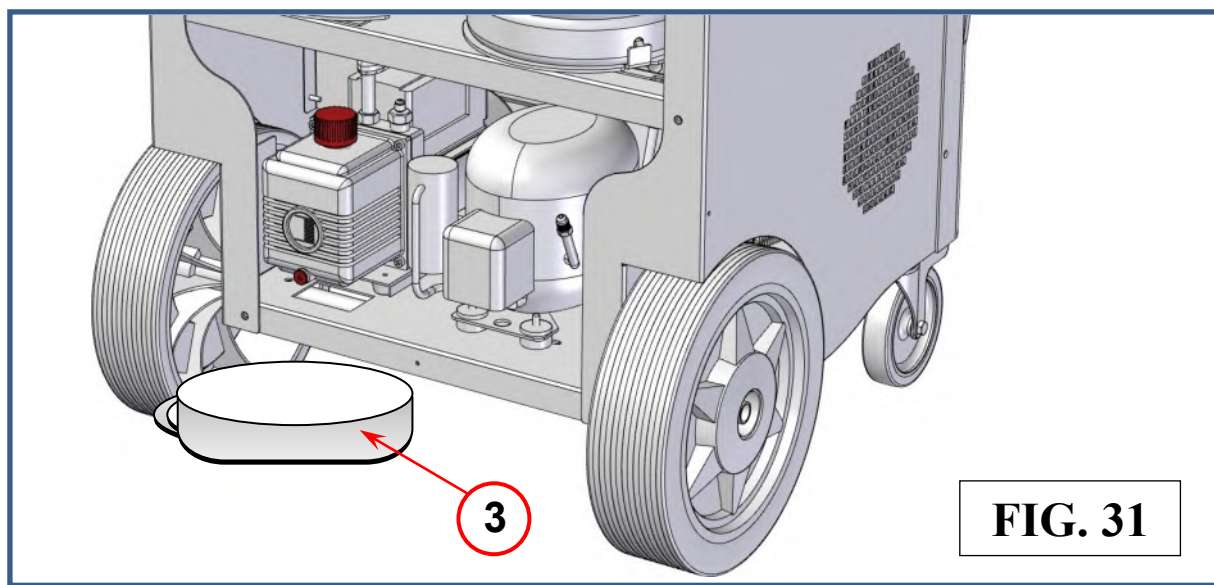

FIG. 31
- 3) Placer un récipient (réf. 3 Fig. 31) sous le bouchon de vidange (réf. 5, Fig. 34).